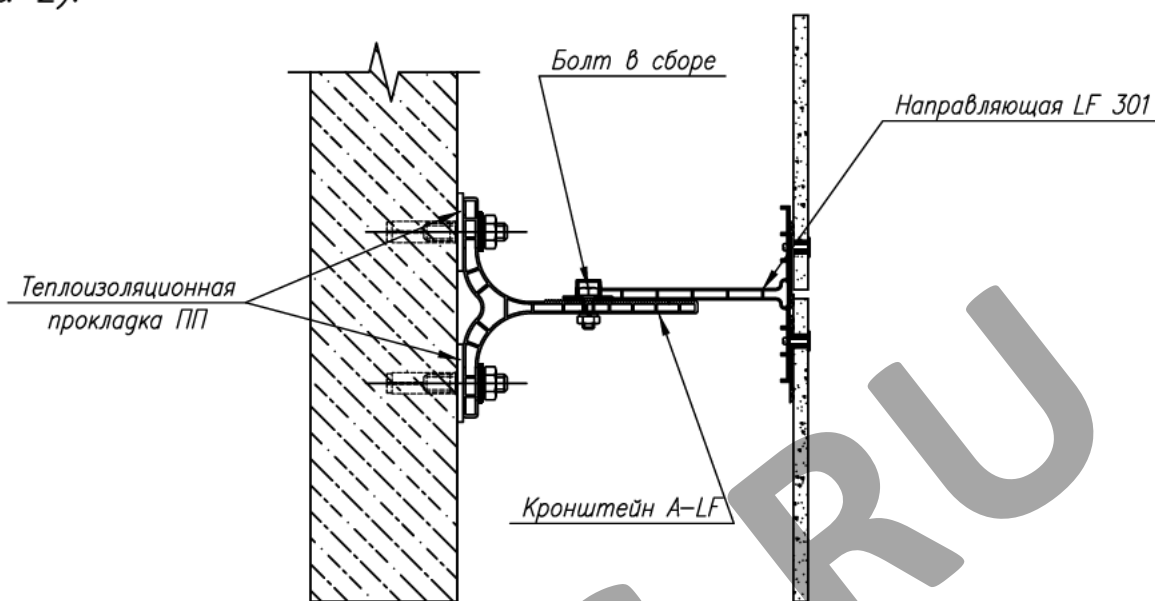

Рис. 2.
I. Вариант крепления направляющей LF 301 с кронштейном А-LF. Болт вставляется в специальный паз направляющей LF 301, по типу "ласточкин хвост", по которому свободно перемещается до требуемого положения и пропускается через специальное овальное отверстие кронштейна А-LF. Направляющая выставляется в проектное положение. Фиксируется гайкой через шайбу АВ-10 с усилием 50Н, (рис. 2).
Допустимая нормативная ветровая нагрузка определяется в зависимости от расстояния по вертикали между точками крепления направляющего профиля к кронштейнам. На рис.2 представлена диаграмма "шаг вертикального крепления (м) – нормативная ветровая нагрузка (Па)" для профиля LF-31 при шаге установки направляющих по горизонтали 600мм.
Из рис.2 следует, что направляющий профиль LF-31 можно использовать для межэтажного крепления (в плиты перекрытий) во фронтальных зонах зданий высотой до 80м в Ia, I и II ветровых районах